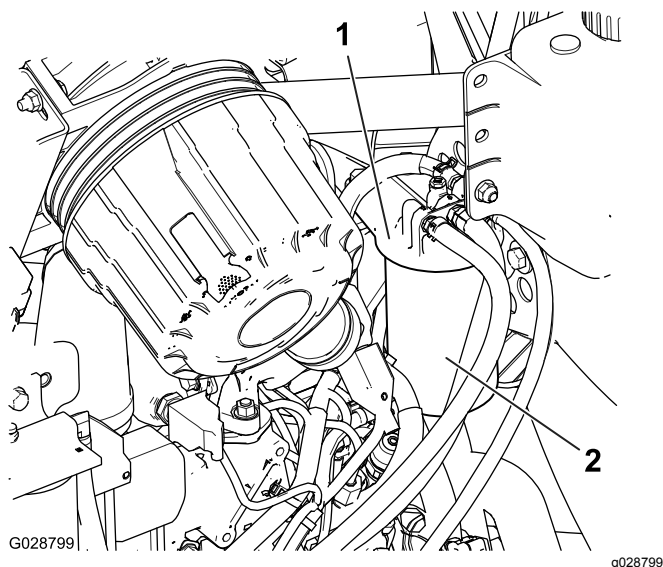

図 59
1. 燃料フィルタのヘッドの周囲をきれいに拭く図 59。
2. フィルタを外してフィルタヘッドの取り付け部をきれいに拭く図 59。